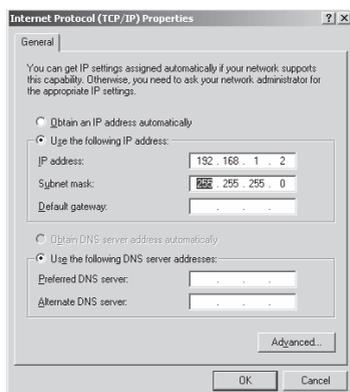

Рис. 5. Окно «Свойства: Протокол Интернета (TCP/IP)»
6. Выберите позицию **Use the following IP Address (Использовать следующий IP-адрес)** и введите параметры, как это показано на рис. 5.